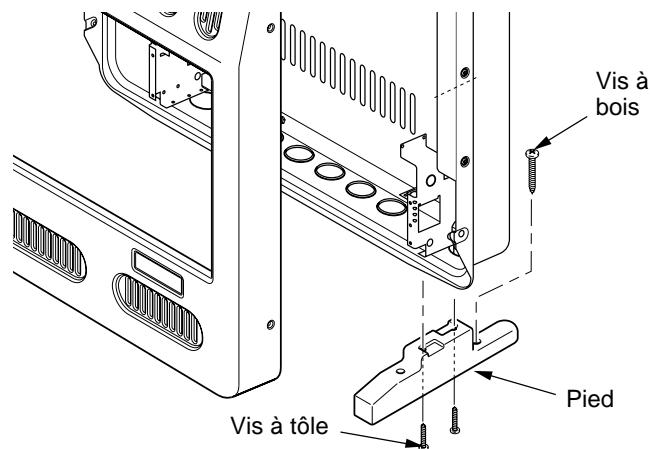

Figure 20 - Installation des pieds (votre radiateur peut être différent de celui de l'illustration)
2. Alignez les trous du pied sur les trous de montage du fond de l'habillage (voir figure 20).
4. Remettez le radiateur muni de ses pieds sur les trous. Fixez la base au sol avec des vis à bois. Voir la figure 20.